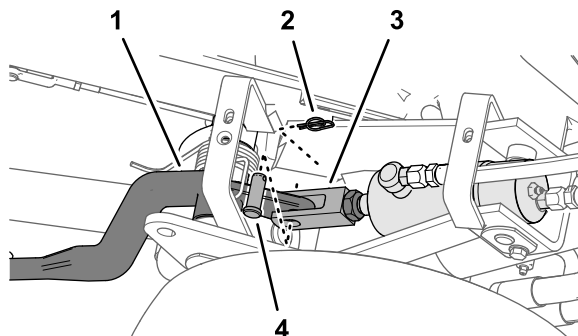
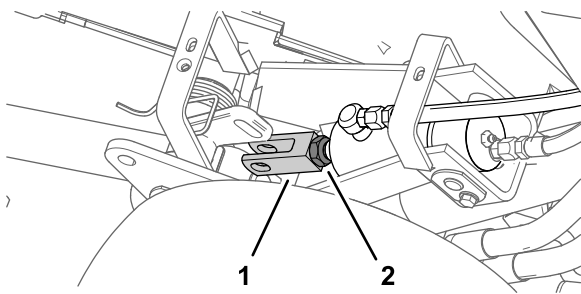

図 52
図 53
6. クレビスフィッティングを昇降アームに組み付けてクレビスピンとリテーナピンで固定し、ジャムナットを締め付ける図 52と図 53。